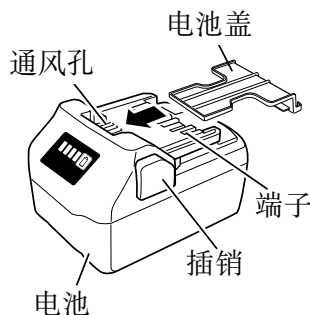

图 1
- 或者将电池装在电动工具中，或者在牢固按入电池盖并挡住通风孔后再存放，以防止短路（参照图 1）。